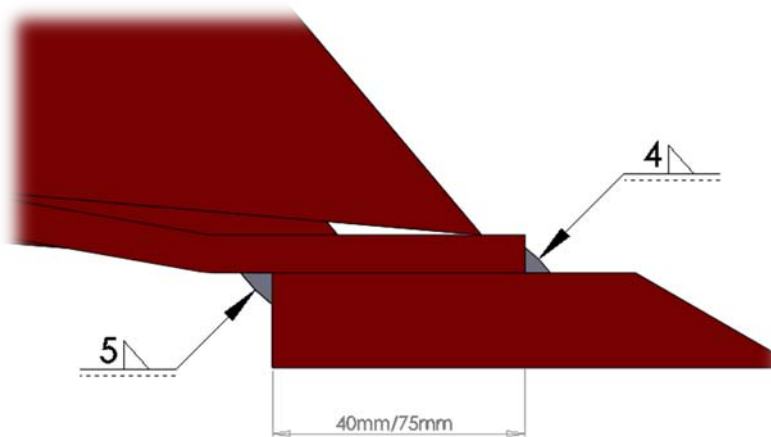

Abb. 3.3.1-Messerüberlappung bei hydraulischen Schaufeln
- b) Die Überlappung zwischen dem Messer und der Schaufel beträgt 40 mm bei einem Mangmesser der Größe 80mm x 15mm und 75mm bei einem Bormesser der Größe 150mm x 20mm (siehe Abb. 3.3.1)